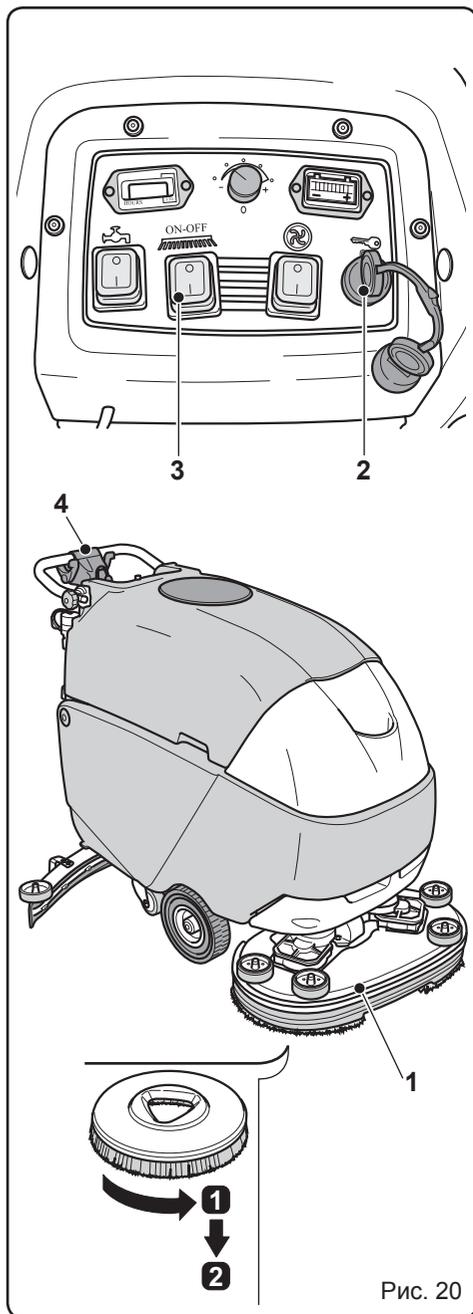

Рис. 20
10.1.е - Замена щетки (Рис. 20)